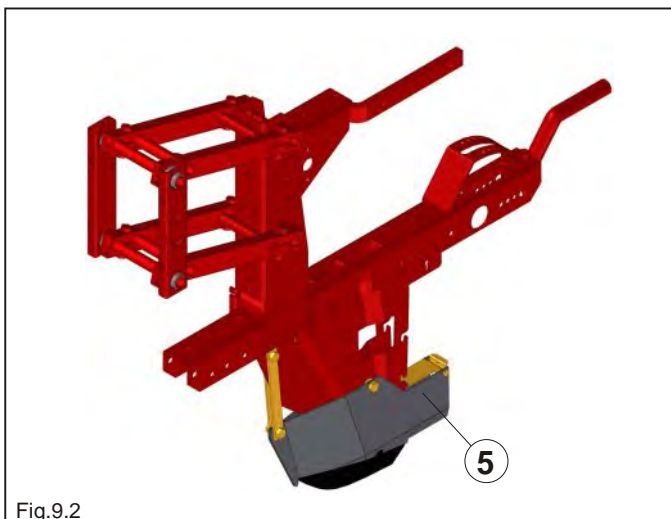

Fig.9.2
- ein System zum Eingraben des Samens **4** in den Boden, das aus Doppelscheiben oder einer Schar **5** bestehen kann (Abb.9.2);